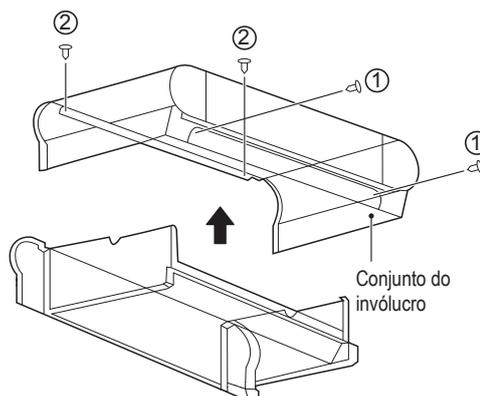

Figura 5-17 Remoção do invólucro
Como mostrado na Figura 5-17, remova os parafusos ① \*2 e ② \*2 e, em seguida, o invólucro.